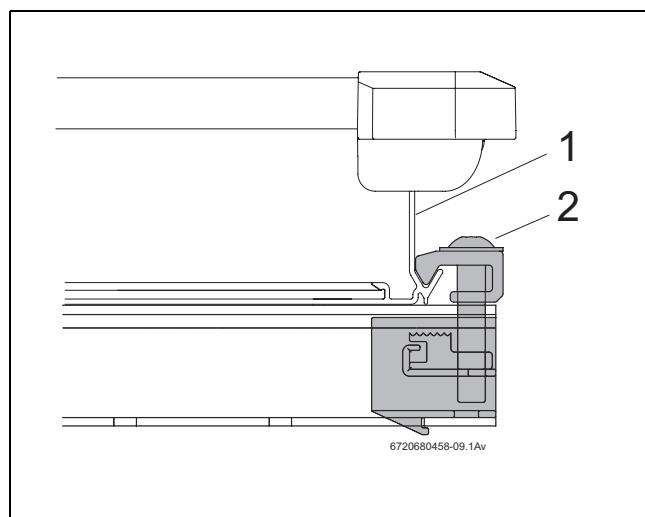

Рис. 35 Установленный односторонний зажим коллектора
- ▶ Осторожно сдвиньте коллектор (рис. 35, [1]) к одностороннему зажиму и выровняйте в горизонтальной плоскости.
- ▶ Шестигранным ключом 5 мм (SW 5) затяните зажим (рис. 35, [2]).
Теперь прижим (рис. 35, [2]) находится в нижней кромке коллектора.